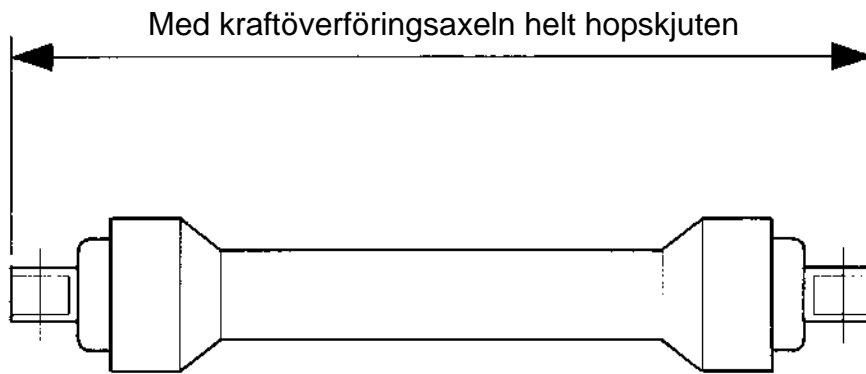

Bild 4-7 Inställning av avståndet mellan klipparens och traktorns axeltappar
- Mät avståndet mellan axeltappen på klipparens växellåda och axeltappen i traktorns kraftuttag, mått A (Bild 4-7).